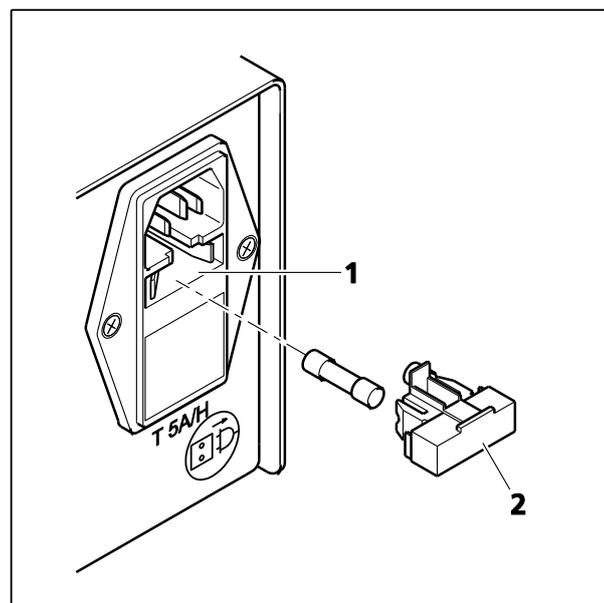

图 5-1 更换 12 V DC 100 W 外部电源装置的保险丝 ( 示例 )
- 将保险丝座 ( 图 5-1/2 ) 朝正面拉出，并完全从保险丝盒 ( 图 5-1/1 ) 中取出。